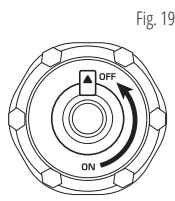

Fig. 19
Fig. 19 Voor alle uitvoeringen van de Modellen KS 2000i en KS 3000i: draai de 4 schroeven van het zijpaneel los. Draai aftapschroef **C** van de carburateur los en laat de resterende brandstof via slang **D** in een geschikte opvangbak lopen. Voorkom dat benzine wordt gemorst. Draai de aftapschroef weer stevig vast. Monteer de afdekking van de generatorbehuizing terug. Start vervolgens de generator op LPG.
7. Nadat de generator is gestopt en is afgekoeld, sluit u het ontluichtingsventiel van de brandstoftankdop (zet dit in de stand „OFF”, zoals weergegeven in fig. 19) voor de Modellen KS 2000i S, KS 2000iG S, KS 3000i S en KS 3000iG S bij het uitschakelen van de werking op benzine.